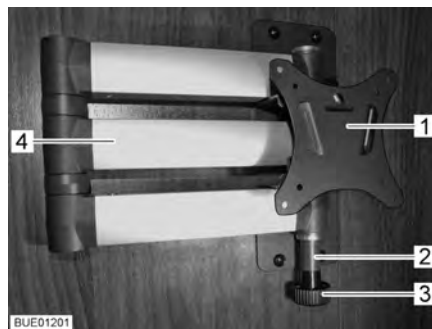

Bild 53 Fäste med ledad arm
- Dra i låsknappen (Bild 53,3). Den ledade armen (Bild 53,4) är upplåst.
- Vrid tillbaka den platta bildskärmen till utgångsläget, tills fästet (Bild 53,1) hakar fast i låset (Bild 53,2).